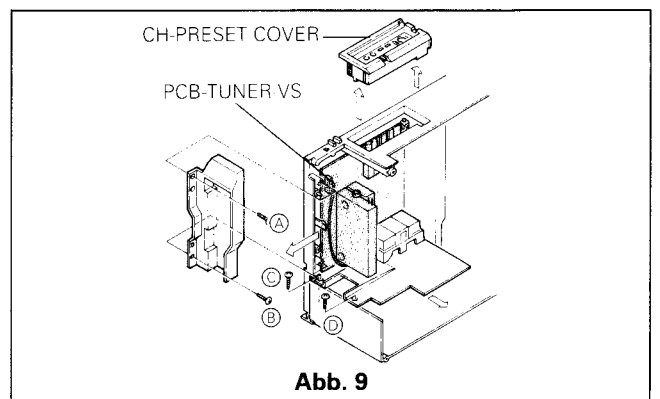

Abb. 9
2. Entfernen Sie die Abdeckung der Sendereinstell-tasten (Abb. 9).
3. Entfernen Sie die 2 Halteschrauben ① und ② neben dem Tuner und lösen Sie den Rahmen.
4. Entfernen Sie die Halteschrauben ③ und ④ unterhalb des Tuners und nehmen Sie den Rahmen ab.
5. Entriegeln Sie den Platinenhalter und entfernen Sie die Tunerplatte (Abb. 9).